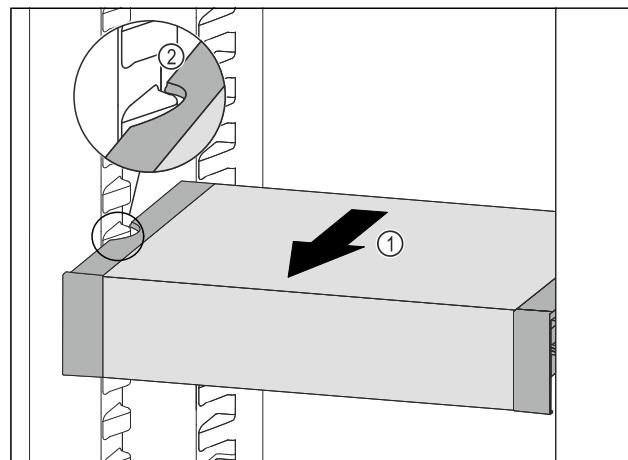

Fig. 118
- VarioSafe tiahajte dopredu Fig. 118 (1), kým sa bočné vybrania VarioSafe nebudú nachádzať vo výške rebra nádoby v chladničke. Fig. 118 (2)